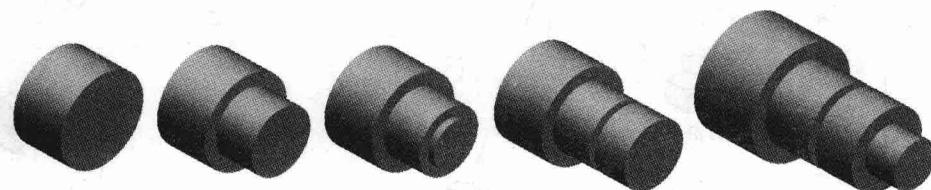

图 1-6 “层叠蛋糕”法
**1. “层叠蛋糕”法** 用层叠蛋糕方法创建这个零件，如图 1-6 所示，一次创建一层，后面一层或者特征加到前一层上。如果改变了某一层的厚度，在其基础上创建的后面的层的位置也将随之改变。